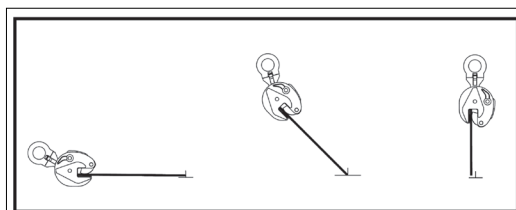
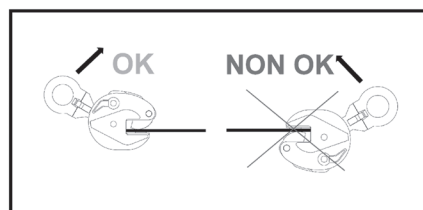

Abb. 7
Abb. 8
Das Zangengelenk ermöglicht es, eine Platte zu drehen und/oder zu kippen, ohne vom Boden abzuheben und ohne über die Vertikale zu gehen. (Abb. 7); auch hier muss die Last richtig und sicher gegriffen werden (Abb. 8).
- ⚠ ACHTUNG:** In Bezug auf die Mindestarbeitslast ist zu beachten, dass bei der Drehung/Kippung einer Platte um 180°, solange ein Ende der Last auf dem Boden liegt, während die Last von der Horizontalen in die Vertikale gedreht wird, das Zubehör nur einen Teil der Last trägt (Abb.7).